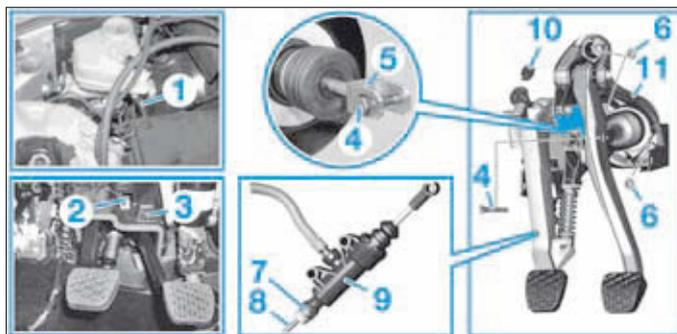

FIG. 2
- Débrancher la durit (1) venant du réservoir (Fig.2).
- Débrancher le connecteur (2) et déposer le cache (3).
- la vis de blocage (4) et retirer la pédale de frein de la chape (5),
- les écrous de fixation (6) de pédalier.
- Extraire l'agrafe de sécurité (7) et déposer la canalisation hydraulique (8) du cylindre émetteur (9).